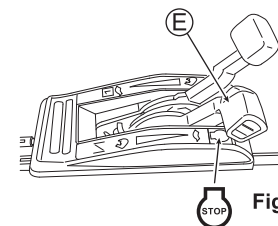

Fig. 15
2. Coloque a alavanca do acelerador (E) em "STOP". (Veja a fig. 15)